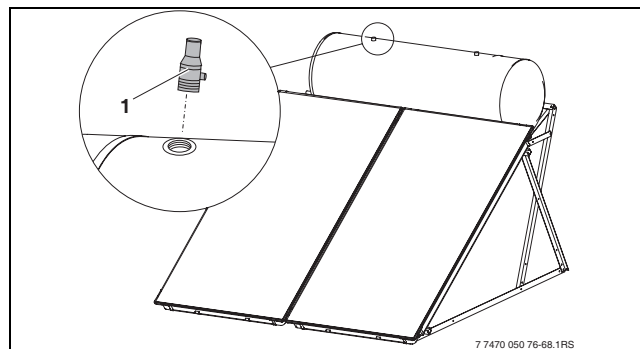

Fig. 77 Montar la válvula de seguridad de la parte solar
- Montar la válvula de seguridad 2,5 bar (1) (Fig. 77, (1)) para la parte superior del acumulador.